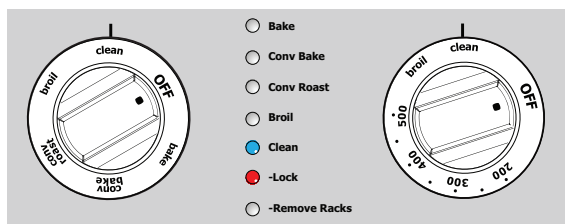

Figure 27 : Lancement du cycle d'autonettoyage
2. Tourner le bouton du four sur **< Clean > (autonettoyage)**. Les témoins lumineux **< Clean > (autonettoyage)** et **< Lock > (verrouiller)** clignotent durant l'enclenchement du verrou (environ 15 secondes). Voir Figure 27 ci-dessous.